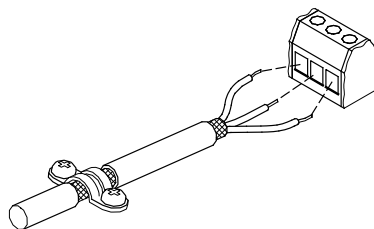

Fig. 16 Cablu desertizat cu ecranare și conexiune fire
- Conectați ecranările cablurilor la cadru la ambele capete cu o bună conexiune la masă. Ecranările trebuie să fie cât mai aproape posibil de borne, fig. 16.